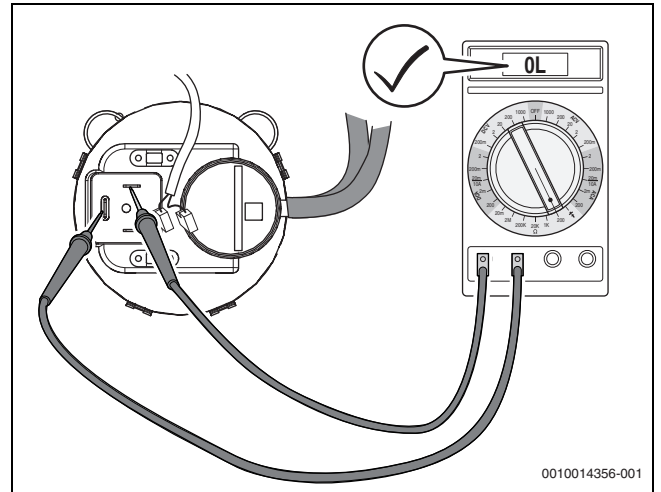
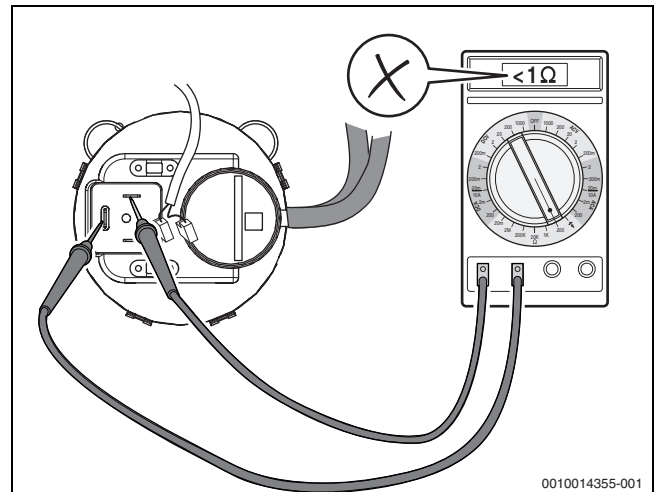

Bild 74 Differenzdruckwächter auf Durchgang prüfen (Differenzdruckwächter in Ordnung)
Bild 75 Elektrischen Widerstand an den Kontakten des Differenzdruckwächters messen (Differenzdruckwächter **nicht** in Ordnung)
- ▶ Elektrische Anschlussleitungen am Differenzdruckwächter abziehen und Widerstand an den Kontakten messen (→Bild 74). Wenn kein Wert oder ein Widerstand > 1 Ohm angezeigt wird, ist der Differenzdruckwächter in Ordnung. Wenn der gemessene Wert < 1 Ohm beträgt (oder Signalton, je nach Messgerät; →Bild 75), Differenzdruckwächter austauschen.